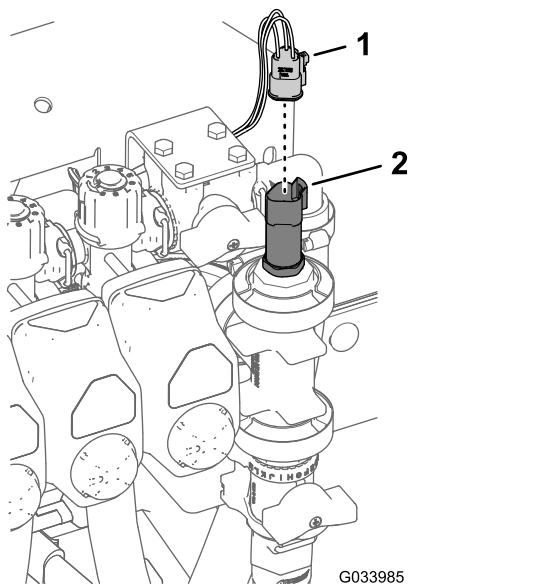

Figure 35
3. Fixez la patte de fixation de la vanne de commande au support du collecteur (Figure 35) à l'aide de 4 boulons à embase (6 x 16 mm) et 4 contre-écrous à embase (6 mm) ; serrez les boulons à un couple de 10 à 12 N·m.
5. Branchez le connecteur à 3 douilles du transducteur (Figure 35).